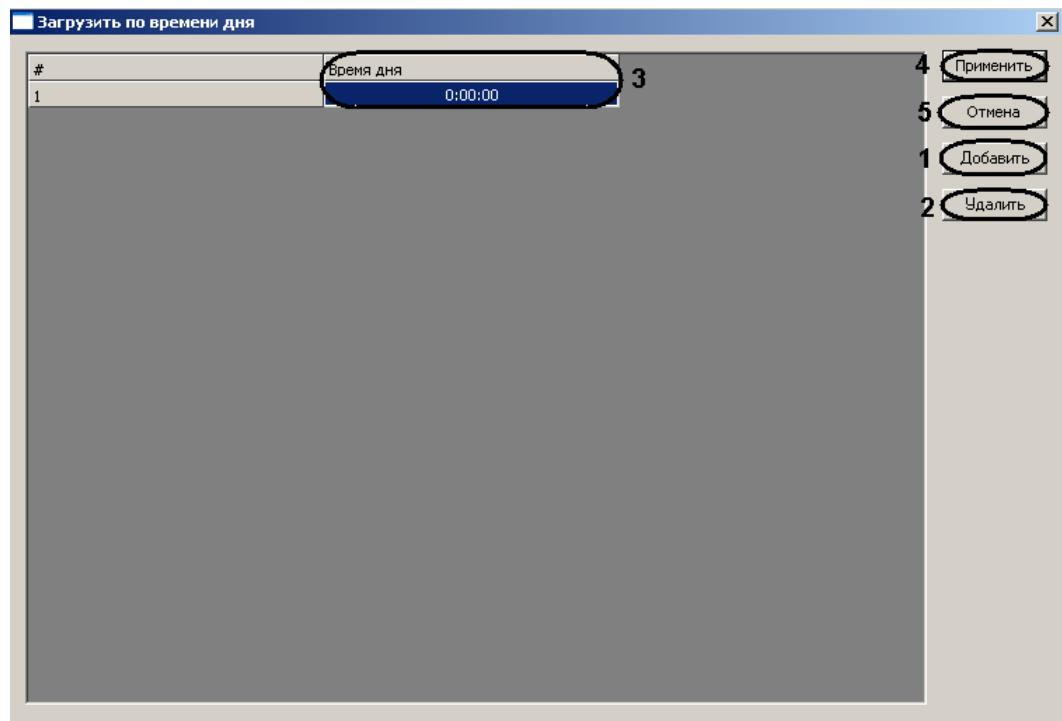

Рис. 3.6—3 Настройка времени загрузки
5. Настроить загрузку сообщений на Сервер HID по времени. Для этого необходимо нажать кнопку **Загрузить по времени дня** (см. Рис. 3.6—2, 5). Откроется окно **Загрузить по времени дня** (Рис. 3.6—3).
- 5.1 Нажать кнопку **Добавить** (см. Рис. 3.6—3, 1) и ввести в столбце **Время дня** (см. Рис. 3.6—3, 3) время в формате ЧЧ:ММ:СС при достижении которого произойдет загрузка сообщений на Сервер HID.
*Примечание 2. Для удаления какого либо момента дня, в который будет происходить загрузка сообщений на Сервер HID, необходимо выделить соответствующую строку в таблице и нажать кнопку **Удалить** (см. Рис. 3.6—3, 2).*